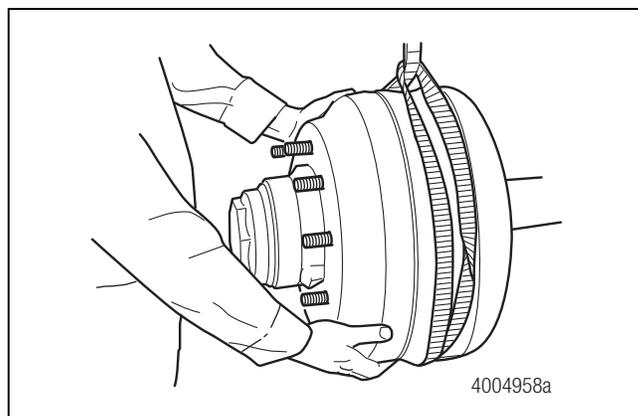

Figura 3.10
4. Libere los frenos y retire el tambor del freno. Figura 3.10.